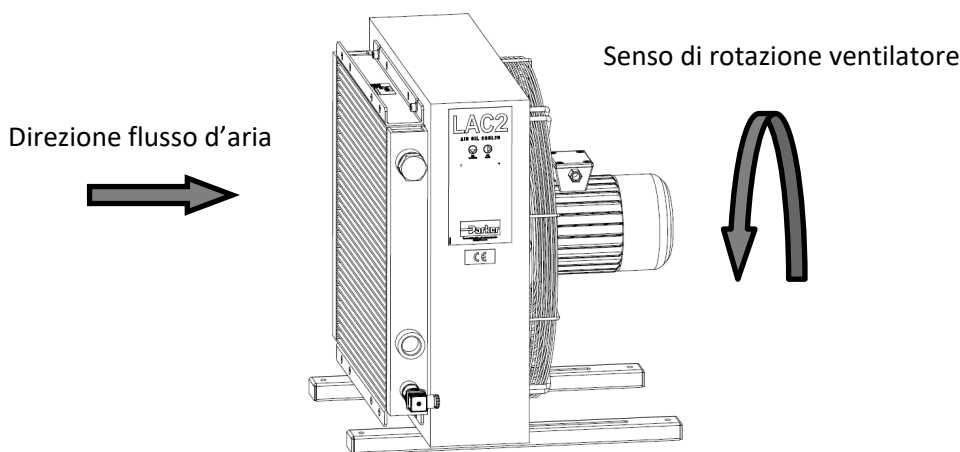

fig.18
6. In funzionamento verificare che, all'intervento del ventilatore, il senso di rotazione ed il flusso d'aria corrispondano allo schema di fig. 18